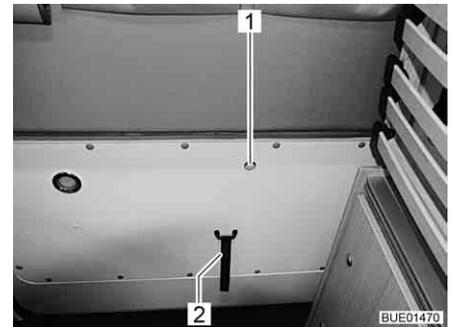

Fig. 36 Sbloccaggio del cofano posteriore, interno
- Tirare verso l'alto con il dito la levetta nell'apertura (Fig. 36,1) e contemporaneamente spingerla contro il cofano posteriore.
- Afferrare il bordo del cofano posteriore o l'asola (Fig. 36,2) e chiudere il cofano posteriore.